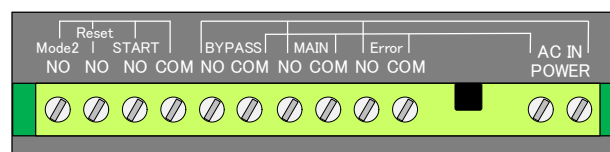

図 7-2
- 制御側端子の配線はすべて切離して行ってください。（図7-2参照）